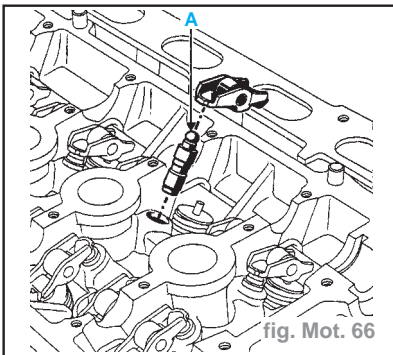

fig. Mot. 66
- pour vérifier s'il faut les réamorcer, appuyer sur le haut de la butée en (A) avec le pouce. S'il y a un enfoncement du piston de la butée, plonger celle-ci dans un récipient plein de gazole puis les remonter (fig. Mot. 66).